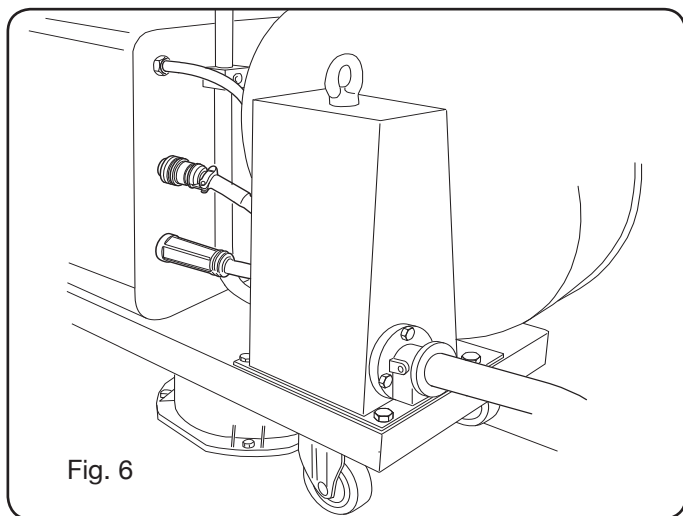

Fig. 6
- Sluit het andere uiteinde van de aansluiting **BA** aan op de draad sleepwagen, zie Afb. 6.